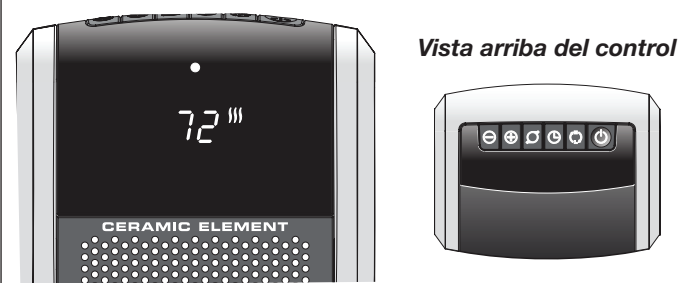

Figura 1
### FUNCIONAMIENTO (Figura 1 a 3)
3. Cuando el Calentador se conecte por primera vez, se oír un "bip" y la **Luz de Encendido** se encenderá indicando que hay electricidad en la unidad. La **Luz de Encendido** permanecerá encendida hasta que el Calentador sea desconectado del tomacorriente eléctrico. (Figura 1)
6. Al encender el Calentador, la unidad estará en calor ALTO (⏻) (1500 vatios) y mostrará la temperatura actual de la habitación (Figura 1).